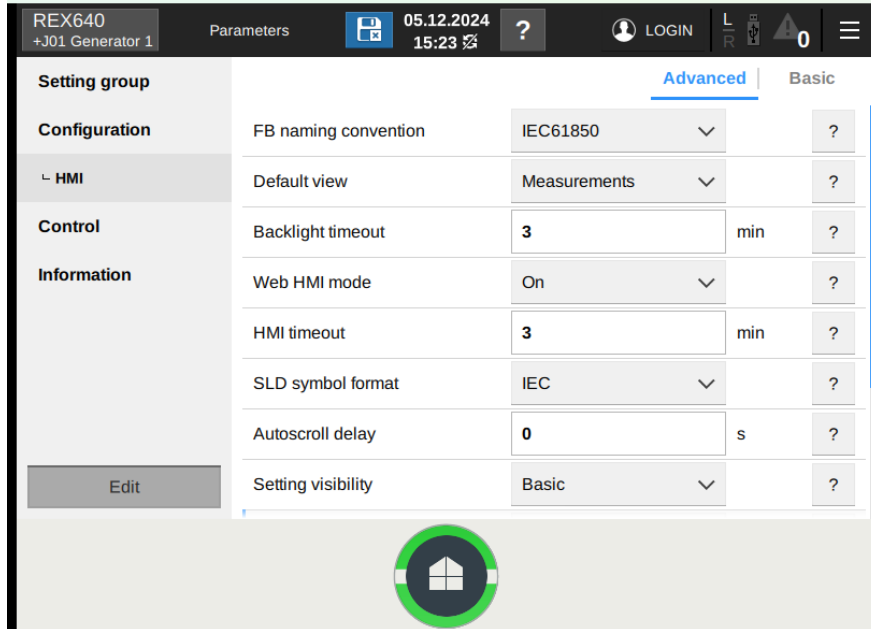

Imagen 189_Asignación de parámetros de voltaje del REX640.
3.50 Posteriormente nos vamos a la sección del lado derecho siguiendo la ruta de “*Configuration - HMI*”, teniendo así la siguiente ventana que observamos en la **Imagen 189**.